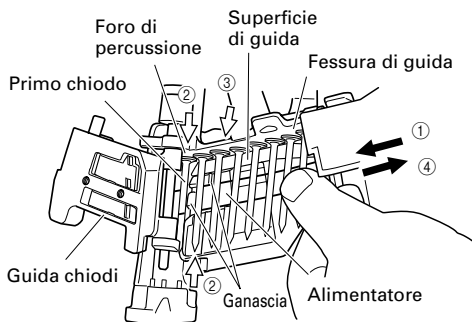

Fig. 4
- (4) Chiudere il coperchio del contenitore.
- (5) ① Svolgere abbastanza chiodi da raggiungere il foro di percussione.
② Inserire il primo chiodo nel foro di percussione e il secondo chiodo tra le due ganasce dell'alimentatore.
③ Inserire le teste dei chiodi nella fessura di guida. (Fig.4)